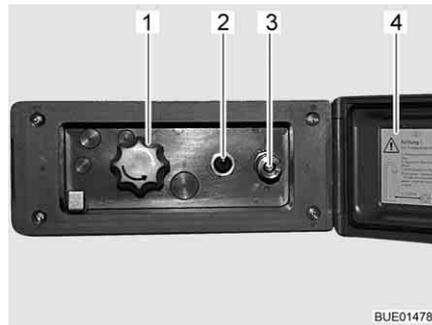

Fig. 77 Raccordo doccia esterno
- Sganciare ed aprire il coperchio (Fig. 77,4).
- Collegare il tubo flessibile della doccia esterna alla chiusura rapida (Fig. 77,3).
- Accendere la pompa dell'acqua con l'interruttore (Fig. 77,2).
- Regolare la temperatura dell'acqua ai gradi desiderati mediante la manopola (Fig. 77,1).
- Spegnere la pompa dell'acqua con l'interruttore (Fig. 77,2).
- Spengere la pompa dell'acqua con l'interruttore (Fig. 77,2).
- Chiudere il coperchio (Fig. 77,4) e bloccarlo con la chiave.
- Ruotare la manopola (Fig. 77,1) sulla posizione centrale.